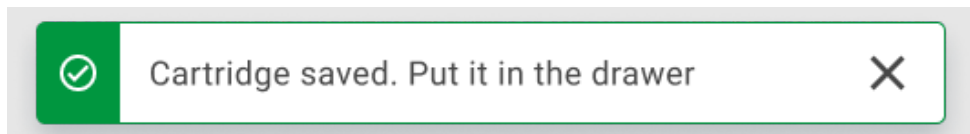

Figura 27. Ecranul Cartridge saved (Cartuș salvat)
11. După o scanare reușită, următoarea casetă de dialog apare pentru scurt timp în partea de sus a ecranului (Figura 27).